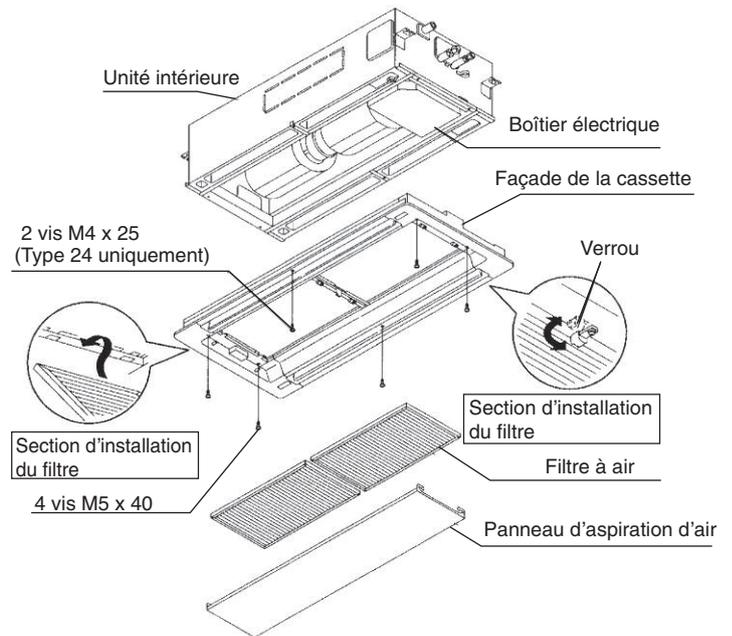

Fig. 9-6
- (2) Retirez le panneau d'aspiration d'air et le filtre à air de la façade de la cassette, comme illustré aux figures 9-6 et 9-7.
- (6) Installez le filtre à air et la grille d'aspiration d'air en inversant les étapes des figures 9-6 et 9-7.